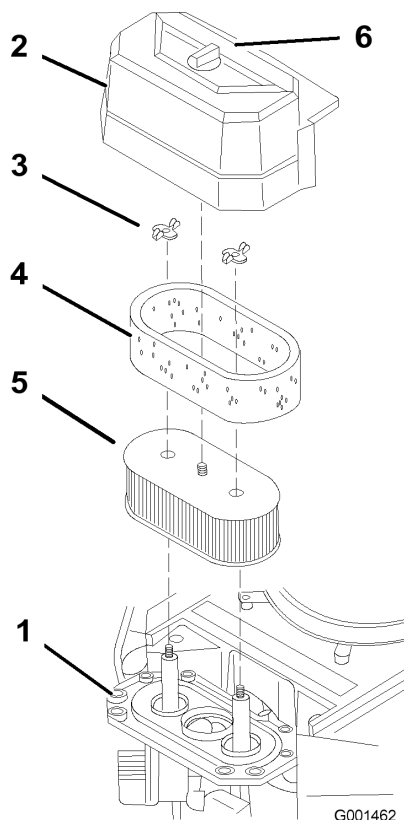

Figure 22
3. Nettoyez la surface autour du filtre à air pour éviter que des impuretés n'endommagent le moteur en tombant à l'intérieur (Figure 22).
4. Dévissez le bouton du couvercle et déposez le couvercle du filtre à air (Figure 22).
5. Dévissez les 2 écrous à oreilles et déposez l'ensemble filtre à air (Figure 22).
6. Sortez délicatement l'élément en mousse de l'élément en papier (Figure 22).
1. Ne nettoyez pas l'élément en papier. Remplacez-le toutes les 200 heures de fonctionnement (Figure 22).
1. Glissez délicatement l'élément en mousse sur l'élément en papier (Figure 22).
2. Posez l'ensemble filtre à air sur sa base et fixez-le en place avec les 2 écrous à oreilles (Figure 22).
3. Mettez le couvercle du filtre en place et serrez le bouton (Figure 22).